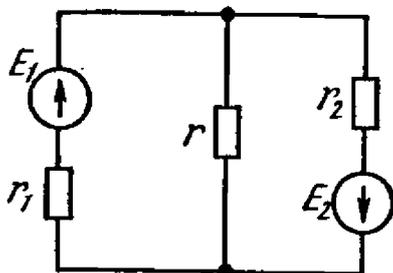

Рис. 1.33
1.33. Определить величину э. д. с. E_2 в цепи схемы рис. 1.33 при условии, что ток в сопротивлении r равен нулю, а внутренние сопротивления источников $r_1 = 0,2 \text{ Ом}$, $r_2 = 0,6 \text{ Ом}$ и э. д. с. $E_1 = 6 \text{ В}$.